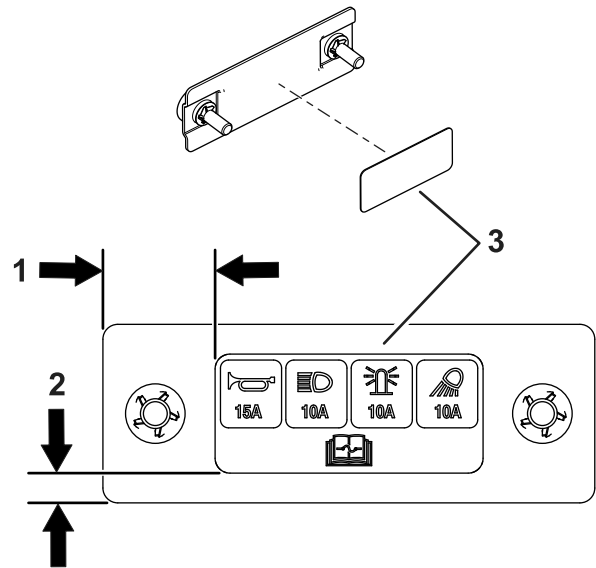

**Figura 10**
11. Deixe os conectores bala desligados, como se mostra na Figura 10.